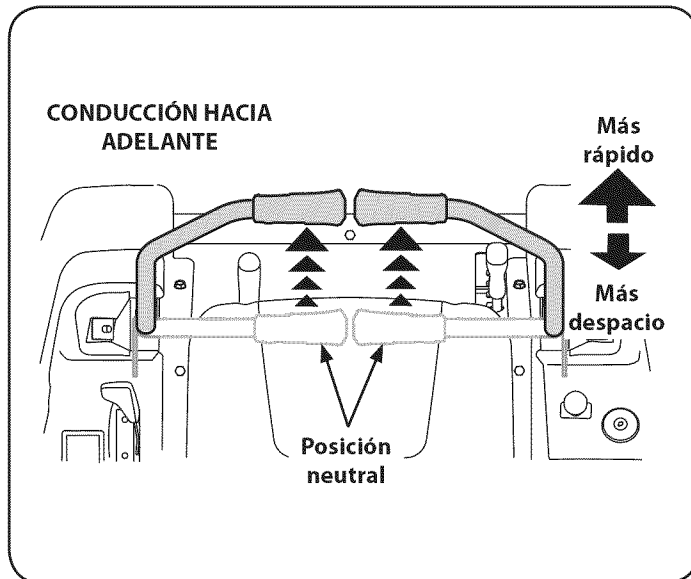

Figura 13
1. Mueva las palancas de control lenta y suavemente hacia adelante. El tractor comenzará a desplazarse hacia adelante. Vea la Figura 13.